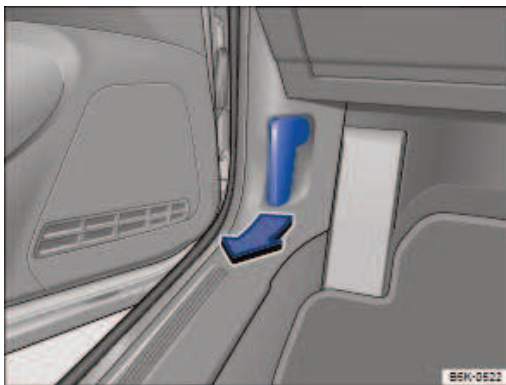

Fig. 203 Au plancher du côté conducteur : levier de déverrouillage du capot-moteur
- Ouvrez la porte du conducteur et tirez le levier de déverrouillage dans le sens de la flèche ⇒ Fig. 203. Le capot-moteur est éjecté du dispositif de verrouillage du porte-serrure sous l'action d'un ressort ⇒ .